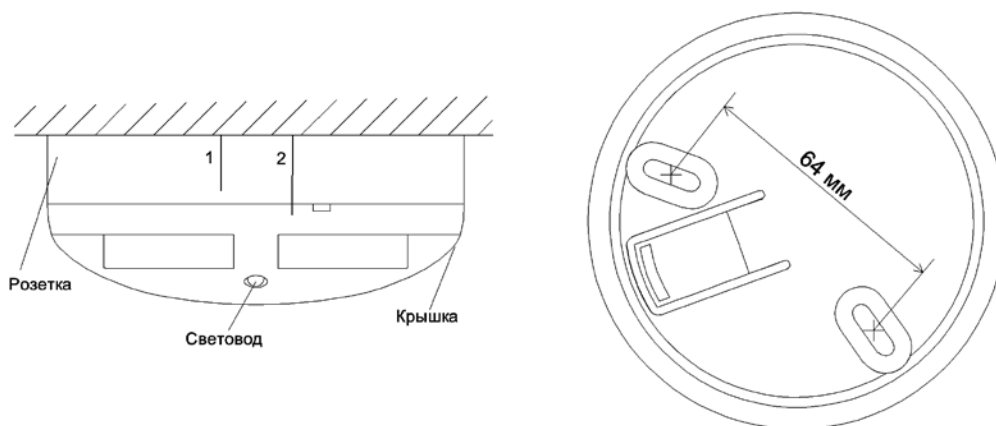

Рисунок 11-6
- При установке извещателя в розетку необходимо совместить риску на корпусе извещателя с «короткой riskой 1» на розетке и повернуть его по часовой стрелке до совмещения с «длинной riskой 2» (см. Рисунок 11.6).